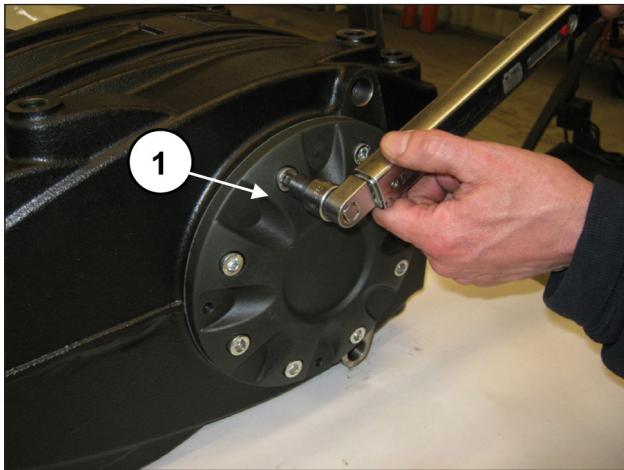

图 62
拧紧8颗M10x30螺丝（位置①，图 62）。利用扭力扳手调节螺栓，如第3章所述。
拆除用于锁定连杆、编号为 27566200 的工具（位置①，图 62）。